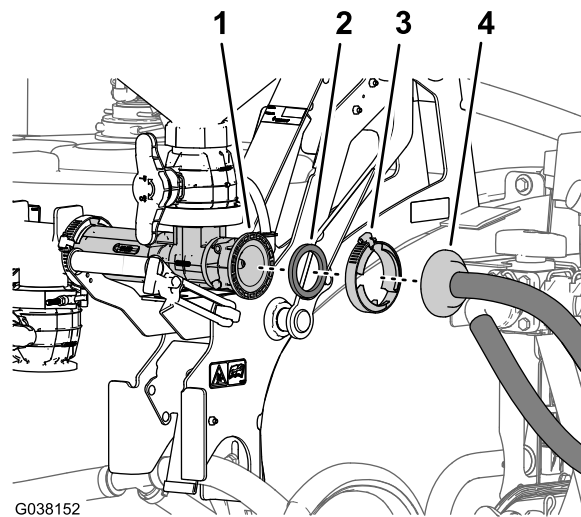

Figura 9
2. Rimuovete il portagomma dentellato flangiato e la guarnizione dal nebulizzatore (Figura 9).
1. Rimuovete il morsetto flangiato che fissa il portagomma dentellato flangiato del flessibile di alimentazione alla flangia di ingresso del nebulizzatore (Figura 9).